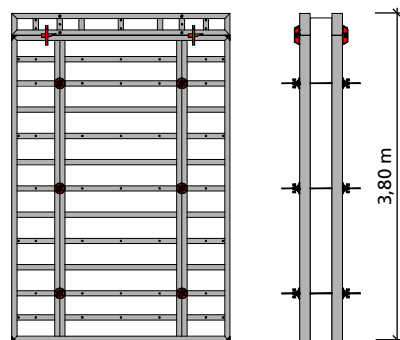

Abb. 47.3
■ Wird mit einem maximal 30 cm breiten Element liegend aufgestockt bis 3,80 m Höhe (Abb. 47.3), muss das aufgestockte Element nicht geankert werden, sofern die Arbeitsbühne am Element darunter befestigt wird. Wird die Bühne jedoch am aufgestockten Element befestigt, ist die oberste Ankerlage zu verwenden. Bei dieser Konfiguration kann alternativ eine Uni-Kralle mit einem Ankerstab und einer Flanschmutter 100 verwendet werden.